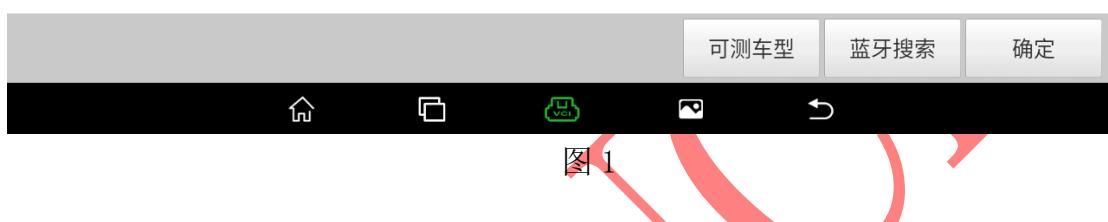

图 2
- 选择【防盗系统检测】->【自动搜索】(图 1、图 2、图 3)。